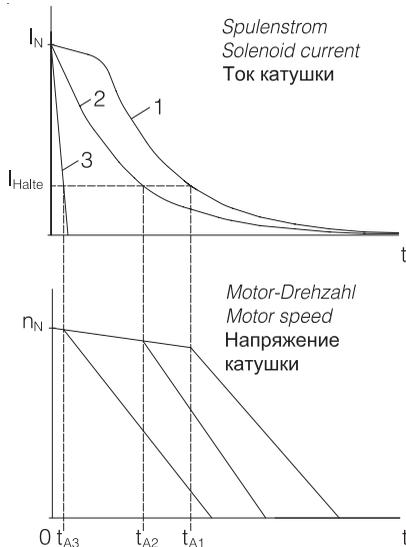

Рис. 3. Принципиальная характеристика тока тормозной катушки и частоты вращения двигателя при отключении по сети переменного (1, 2) и постоянного (3) тока
- а) Питание выпрямителя от клеммной панели двигателя (рис. 3, кривая 1)
- б) Отдельное питание выпрямителя (рис. 3, кривая 2)
2.4.1.2.2 Обрыв электрической цепи постоянного тока магнитной катушки (рис. 3, кривая 3)